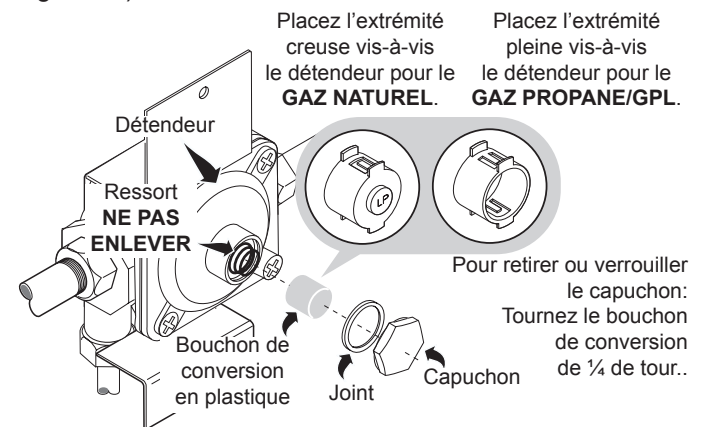

Figure 11
**Convertir le régulateur de pression au propane** (voir Figure 11).
**Convertir le régulateur de pression au gaz naturel** (voir Figure 11)